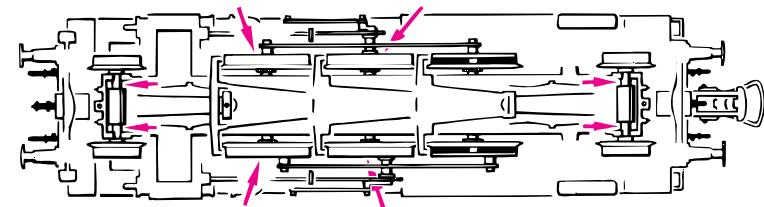

Fig. 9
4. Hafltreifenwechsel: Die **Hafltreifen** mit einer Nadel oder einem feinen Schraubendreher abziehen. Beim Aufziehen des neuen Haftreifens bitte darauf achten, dass dieser sich **nicht verdreht** (Fig. 9).
4. Échange des bandages d'adhérence: Enlevez les bandages d'adhérence à l'aide d'une aiguille ou d'un tourne-vis fin. Lors du montage des nouveaux bandages veuillez veiller à ce que les bandages ne soient pas tordues (fig. 9).
4. Change of traction tyre: Remove **traction tyre** using a pin or a fine screwdriver. When pressing on the new traction tyre please **avoid twisting** it (fig. 9).